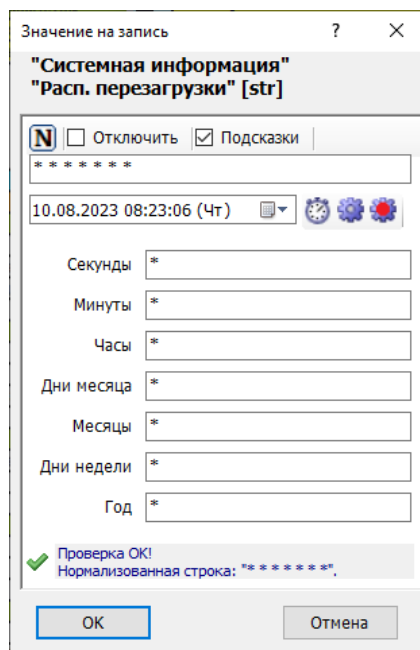

Рисунок 93 – Окно задания расписания
- **CRON-расписание** – ASCII строка в формате CRON. В Конфигураторе задается через специализированное окно с подсказками и проверкой корректности (см рисунок 93).